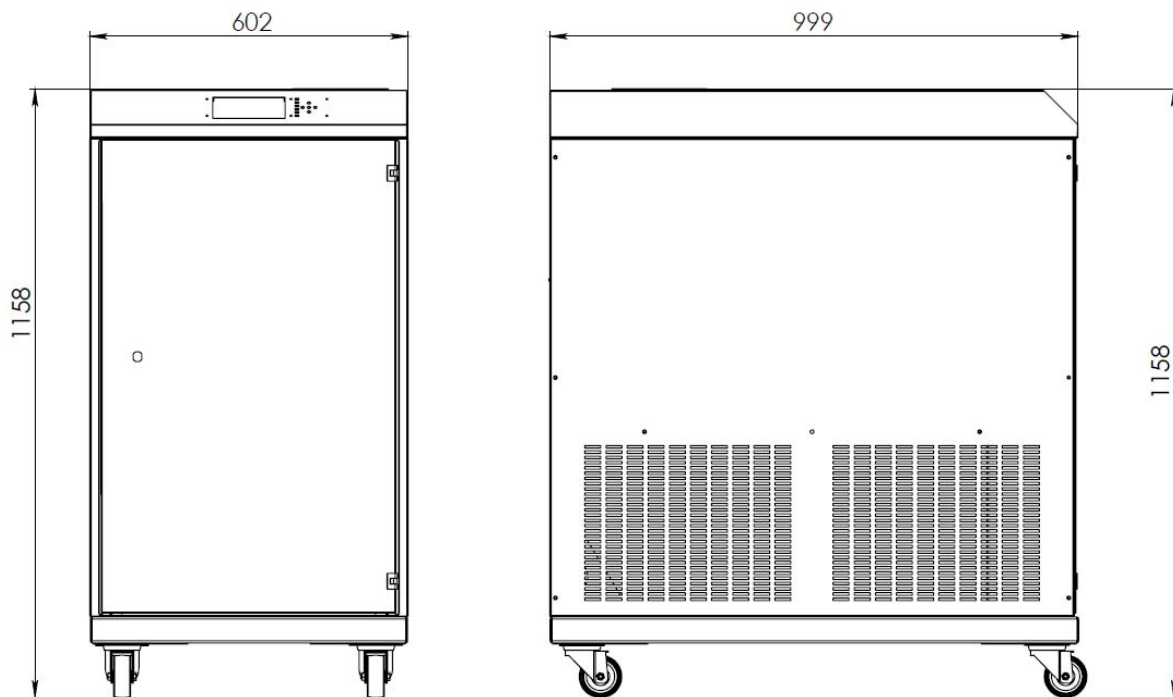

Рис.1. Габаритные и присоединительные размеры инвертора
- 4.27. Габаритные и установочные размеры инвертора приведены на рис. 1.
- 8.2. Габаритные и размеры инвертора приведены на рис. 1.